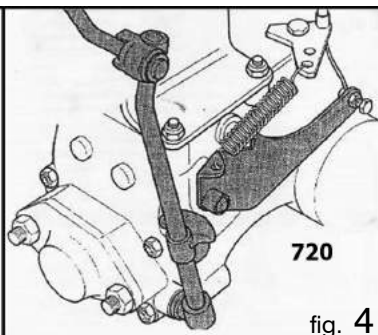

fig. 4
E - Palanca de conexión de la toma de fuerza (P.T.O)¹. Los motocultores vienen equipados con un dispositivo de seguridad que impide accionar la fresa y la marcha atrás simultáneamente (ver fig.4).
- Dispositivo automático que desconecta la marcha atrás del motocultor para evitar la conexión simultánea de la marcha atrás y la fresa en motocultores con palanca de control de toma de fuerza (fig.4 - pág.9).